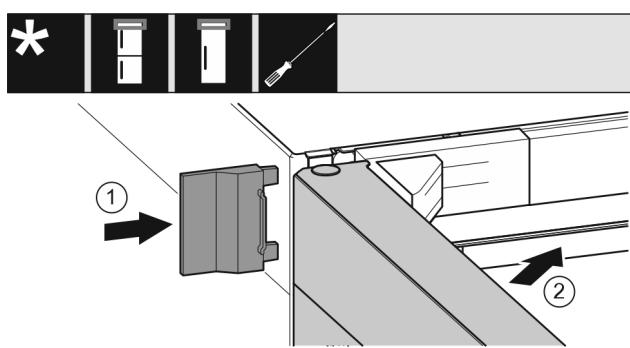

Fig. 24
- Надвиньте внешнюю крышку. Fig. 24 (1)
- Закройте верхнюю дверь. Fig. 24 (2)